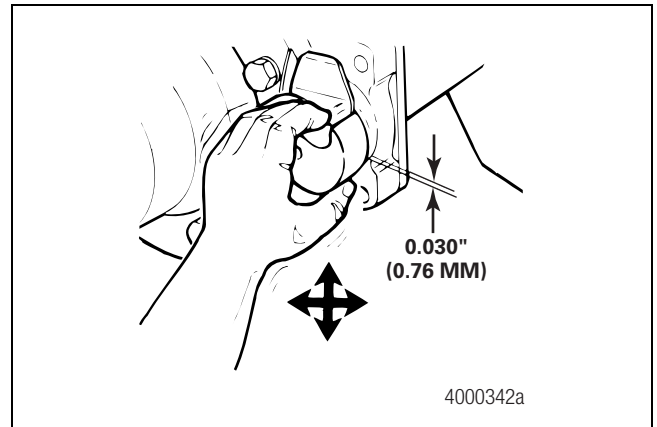

Figura 3.11
1. Antes de retirar el ajustador automático de frenos y el árbol de levas, asegúrese que el juego radial entre la leva y el buje esté dentro de las especificaciones. Figura 3.11. Dado que el buje se desgasta en una sola dirección, es importante girar el árbol de levas en todas direcciones a la hora de revisar el juego radial.